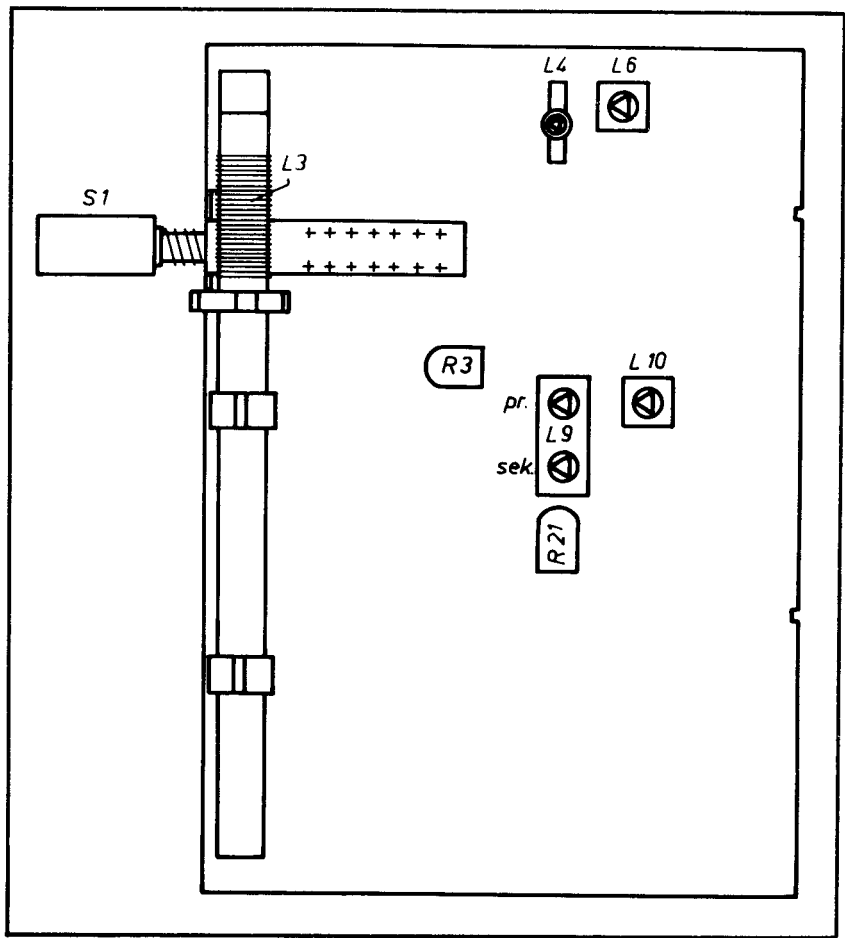

Abb. 3
Der Abgleichkern von L 9 (Fi 104), sekundär, ist fast herauszudrehen (s. Bild 3). Mit dem Abgleichkern von L 9 (Fi 104), primär, ist auf maximale Höhe und Symmetrie der Resonanzkurve abzugleichen.
Die Oszillatortension, gemessen an M 4, beträgt ca. 50...200 mV. HF-Generator auf ca. 560 kHz stellen, mit der Skala das Maximum suchen. Abgleich mit der Antennenspule L 3 (s. Bild 3).
- Bild 3 Lageplan der Abgleichpunkte auf der Leiterkarte